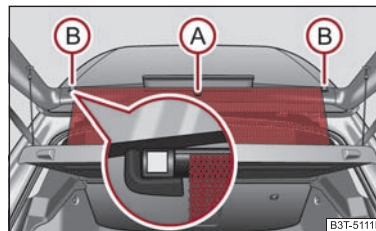

Fig. 62 Desfacerea ruloului parasolar
- Trageți ruloul de protecție solară de elementul (A) ⇒ fig. 62 și agățați-l în suportul magnetic (B).